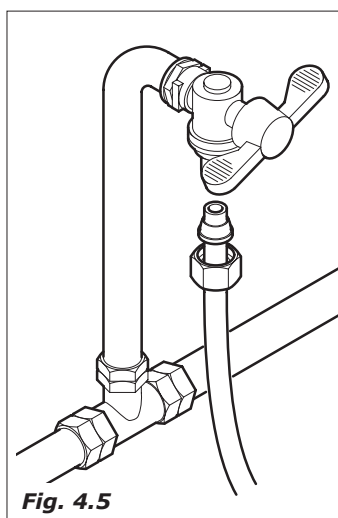

Fig. 4.5
- Collegare il rubinetto al distributore, utilizzando per lo scopo del tubo in nylon idoneo per alimenti ed adatto a sopportare la pressione di rete. Nel caso si utilizzi del tubo flessibile è necessario montare al suo interno la bussola di rinforzo data in corredo (Fig.4.5).